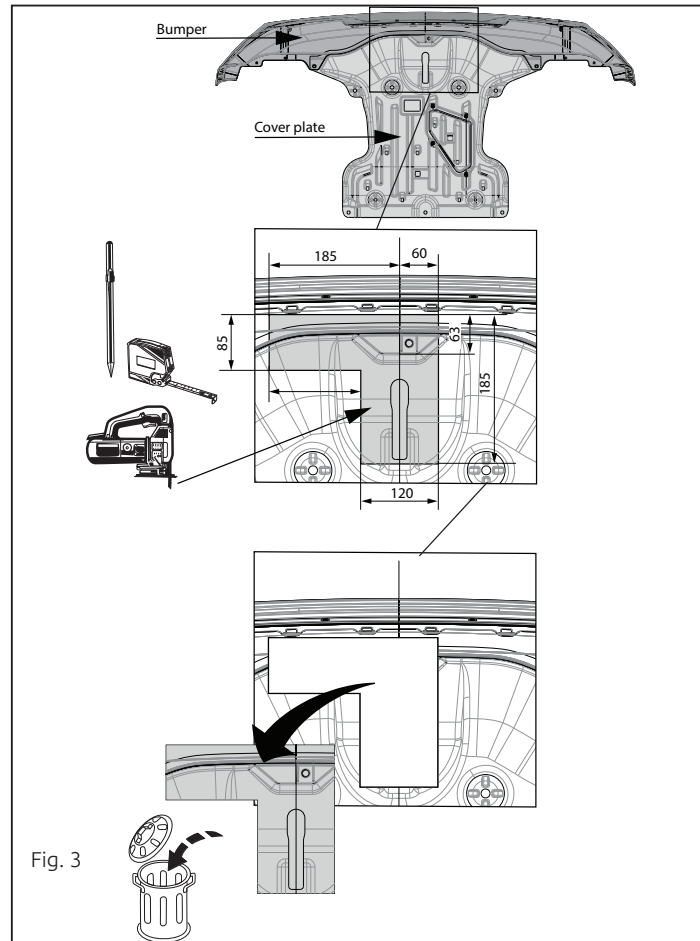

Fig. 3
12. Выпилить часть из бампера в середине снизу, как указано на рис. 3.
13. Выпилить часть из закрывающей пластины, как указано на рис. 3.